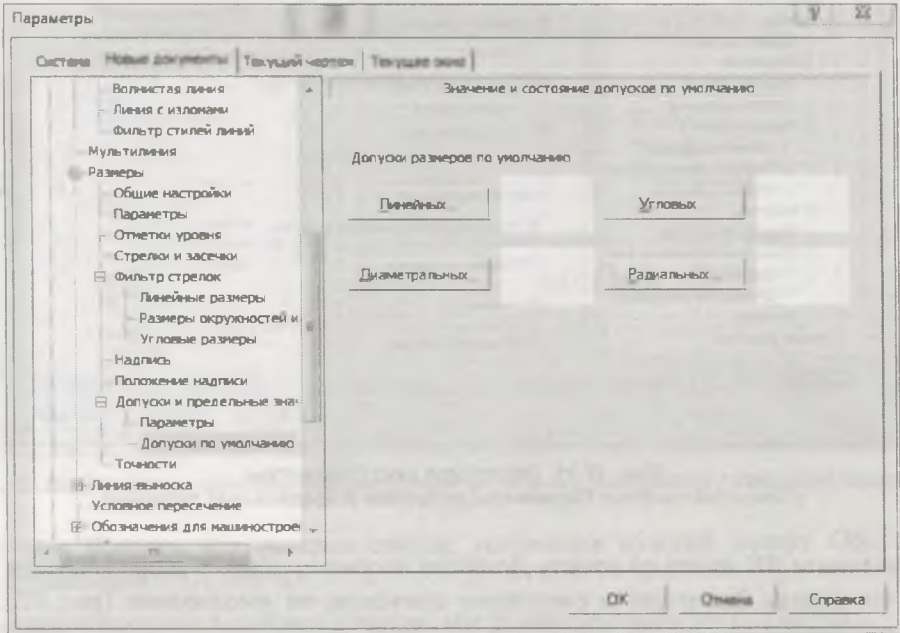
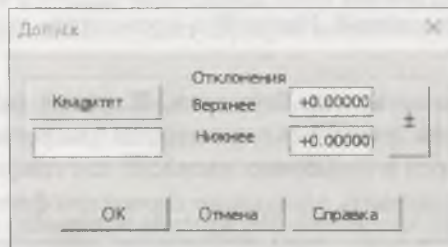

Рис. 17.22. Диалоговое окно **Параметры** с открытой панелью **Значение и состояние допусков по умолчанию**
Рис. 17.23. Диалоговое окно **Допуск**
- щелкните ЛК мыши по пункту **Допуски по умолчанию** — в правой части откроется панель **Значение и состояние допусков по умолчанию** (рис. 17.22). На этой панели проводится настройка исходных параметров допусков в графических документах. Окно содержит группу кнопок **Допуски размеров по умолчанию**. Кнопки служат для вызова диалогового окна **Допуск** (рис. 17.23), в котором задается значение допуска по умолчанию — либо указанием квалитета, либо вводом предельных отклонений. Настройка проводится отдельно для каждого типа размеров;